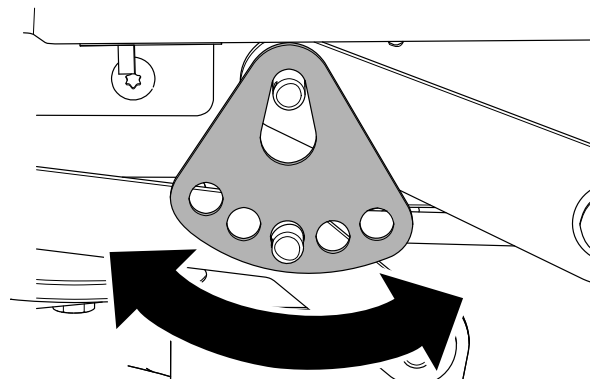

Figura 72
7. Gire la pletina de altura de corte hasta un orificio diferente, de modo que sostenga el peso de la carcasa de corte después de instalar la pletina (**Figura 72**).
8. Instale la arandela y la chaveta (**Figura 72**).